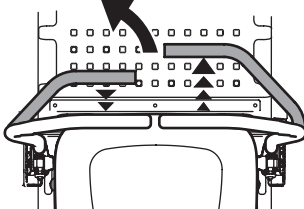

Figure 22
1. Avancez lentement et régulièrement les deux leviers de contrôle de la barre abdominale. Le tracteur commencera à avancer (Figure 22).
1. Pour tourner à gauche, déplacez le levier de contrôle de conduite gauche en arrière du levier de contrôle droit (Figure 22).